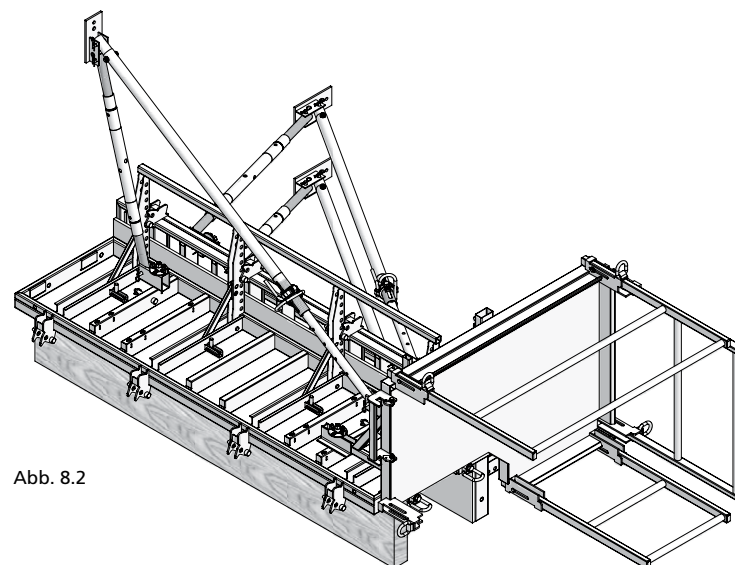

Abb. 8.2
5. Die Hammerkopfschrauben in die Betonierbühne eindrehen und die Flügelmuttern fest anziehen (Abb. 8.2).